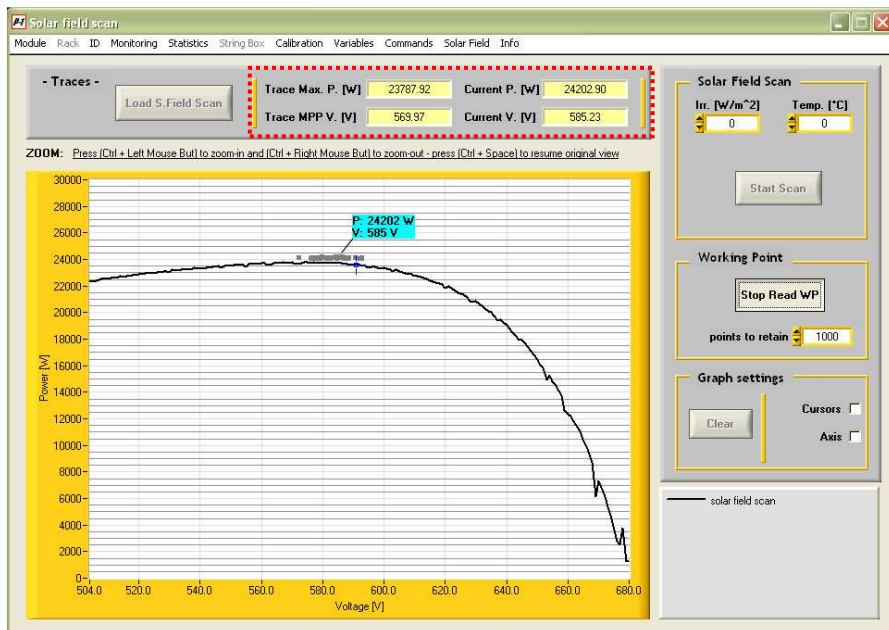

Figura 15-18: Solar Field Scan
- ➡ Scrivere un nome e premere [OK]. Dopo che il file è stato salvato viene mostrata la curva (Figura 15-18).
La pressione del pulsante [Read WP] permette la visualizzazione del punto di lavoro come indicato nell'esempio di Figura 15-18.